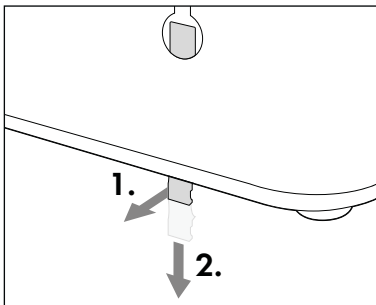

Abb. 1
3. An der Geräterückseite befindet sich in der rechten Aufhängeöse **6** ein Sicherungsstift **7** der verhindern soll, dass sich das Gerät von den Schrauben **8** löst. Drücken Sie den Sicherungsstift **7** etwas nach hinten, bis Sie ein Klickgeräusch hören. Ziehen Sie dann den Sicherungsstift **7** ein Stück nach unten aus der Aufhängeöse **6** (siehe Abb. 1).